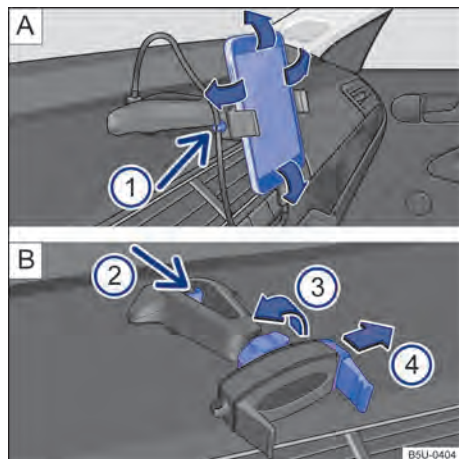

Fig. 213 No console central: suporte para smartphone e ajustes.
- Segurar o suporte com uma mão e pressionar o botão de destravamento → Fig. 213 [B] ② (seta).
- Com a haste → Fig. 213 [B] ④ deslocar no sentido da seta, e instalar o smartphone no alojamento.
- Com a outra mão deslocar a haste → Fig. 213 [B] ④ até que seja possível remover o aparelho do alojamento.
- Colocar o cabo USB na entrada carregador USB do suporte existente no painel de instrumentos → Fig. 213 [A].
- Prender o cabo no suporte → Fig. 213 [A] ①.
- Para liberar o movimento do suporte, girar a trava → Fig. 213 [B] ③ no sentido contrário da seta.
- Para fixar a posição, girar a trava no sentido da seta ③ → Fig. 213 [B] até a fixação total do suporte.
i O suporte para smartphone tem garantia de 3 anos, com exceção da haste deslizante (garra) → Fig. 213 **B** **4** que tem garantia de 1 ano.